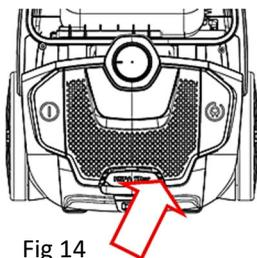

Fig 14
4. **Pastroni ose ndërtoni filtrin e daljes Hepa:** Hapni mbulesën e daljes dhe hiqni kornizën dhe filtrin HEPA. Lajeni dhe instalojeni pasi filtri të jetë tharë plotësisht (Fig 14 dhe 15).